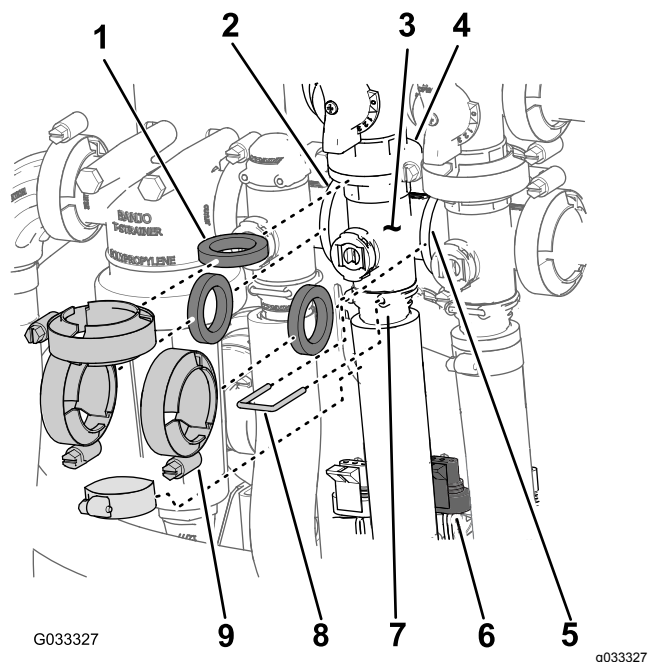

Figura 64
1. Rimuovete i morsetti e le guarnizioni che fissano il collettore della valvola dell'agitatore (Figura 64) alla valvola di bypass dell'agitatore, valvola di comando del volume, valvola di sezione principale e raccordo dell'adattatore (valvola di accelerazione dell'agitatore).
2. Rimuovete il fermo che fissa il raccordo di uscita al collettore per la valvola dell'agitatore (Figura 64).